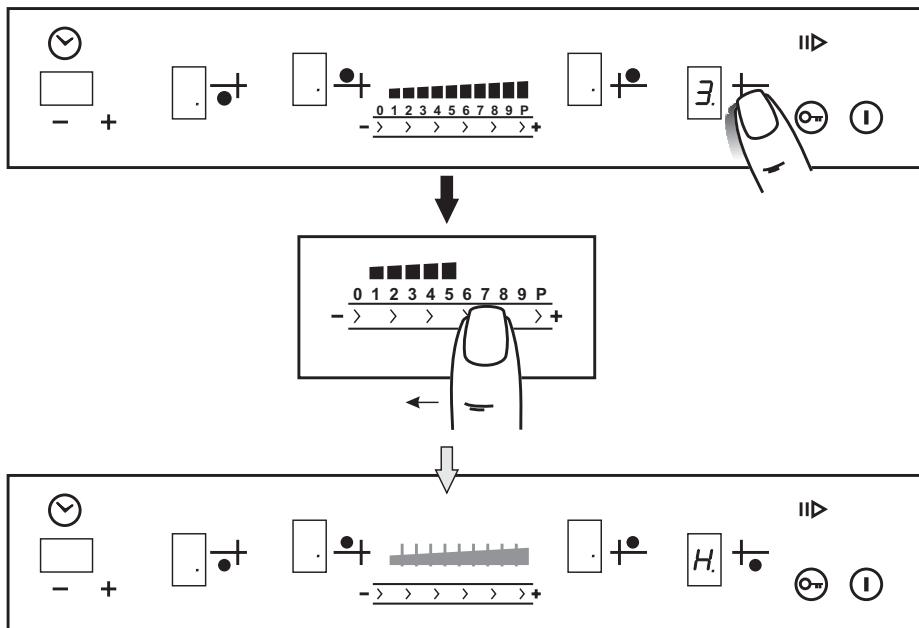

Рис.6
1. Работающую конфорку перевести касанием зоны ② в режим управления (рис. 6).
2. Перемещая палец по поверхности ④, установить в окне индикации значение «0» - конфорка отключится. В окне ③ будет светиться буква «H», указывающая, что конфорка еще горячая.